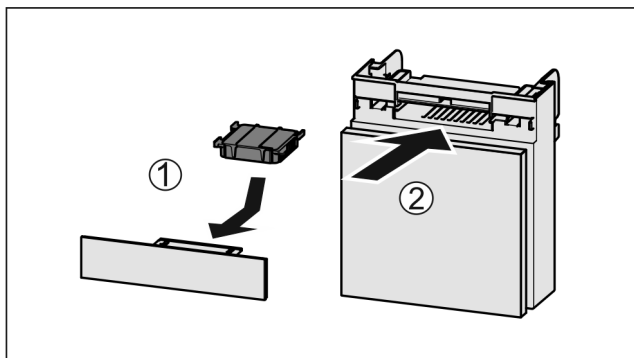

Fig. 116
- ▶ Actiefkoolfilter overeenkomstig afbeelding aanbrengen Fig. 116 (1).
- ▶ Lade erin schuiven Fig. 116 (2).